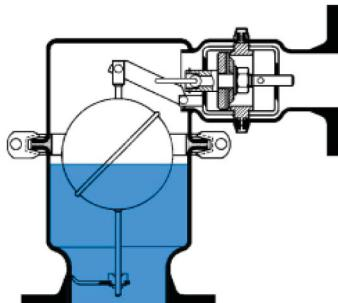

Рис. 3
3. Воздухоотводчики двойного действия реализуют обе рассмотренные выше функции. Данный тип воздухоотводчика имеет два седла: большое для реализации пусковой функции и малое для постоянной работы (рис. 3). Примеры воздухоотводчиков двойного действия – EB1.74, EB1.84.